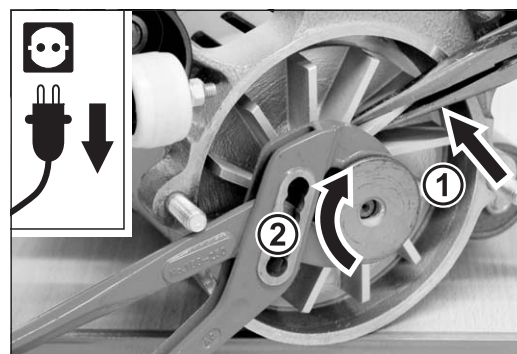

Abb. 59 Den Ventilatorflügel mit einer Zange festhalten (1) und die Motorriemenscheibe mit einer Waspumpenzange anziehen (2).
- 7 Ziehen Sie die Motorriemenscheibe mit Hilfe der beiden Zangen fest (Abb. 59).